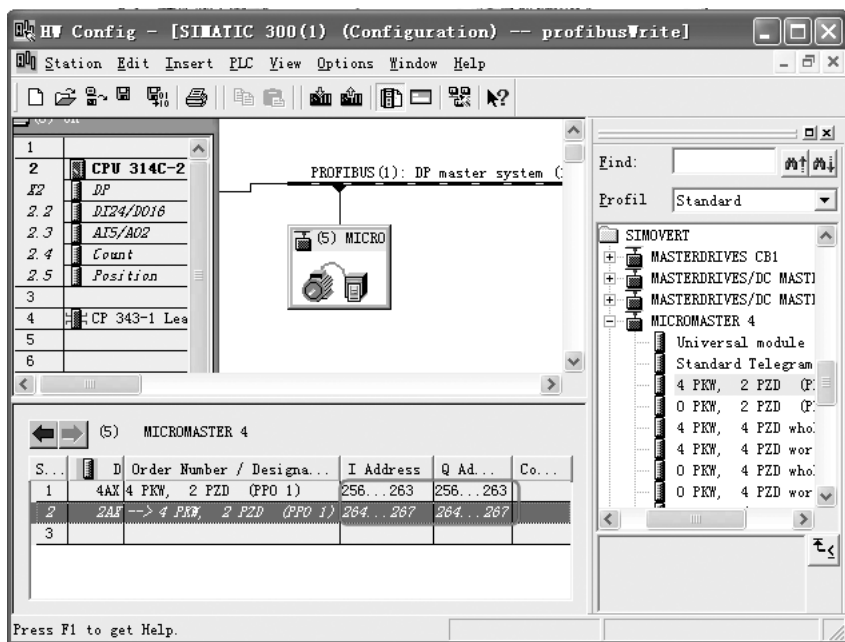
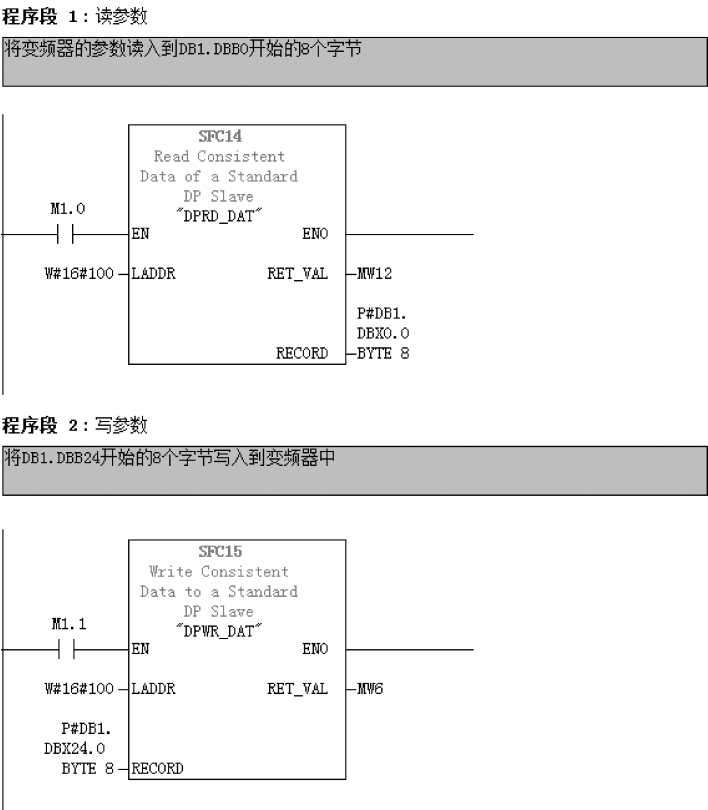

图 11-31 MM440 的数据地址
图 11-35 梯形图
5) MM440 的数据地址。如图 11-31 中，主站发送给 MM440 的 PKW 数据存放在 QB256 ~ QB263（共四个字），主站接收 MM440 反馈信息的数据区在 IB256 ~ IB263（共四个字）。而主站发送给 MM440 的 PZD 数据存放在 QB264 ~ QB267（共两个字），主站接收 MM440 反馈信息的数据区在 IB264 ~ IB267（共两个字）。
- 5) 梯形图程序如图 11-35 所示。
【关键点】要编写正确的程序，首先必须理解 PKW 各个字的含义，其次要理解 DPRD_DAT 和 DPWR_DAT 的用法。如图 11-35 的程序中“LADDR”前的“W#16#100”是用十六进制表示的，与图 11-31 中的地址是对应的，这点必须注意，否则通信是不能成功的。